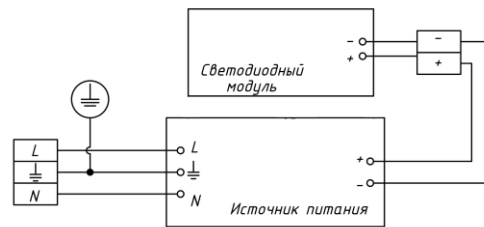

Рисунок 2
6.2. Для присоединения светильника к сети необходимо отвернуть три самореза (поз.1) и снять крышку. Сетевые провода или кабель присоединить к зажимам или к клеммной колодке на панели в соответствии со схемой (рисунок 2), предварительно закрепить их планкой для зажима проводов. Установить крышку на место и закрепить ее тремя саморезами (поз.1).